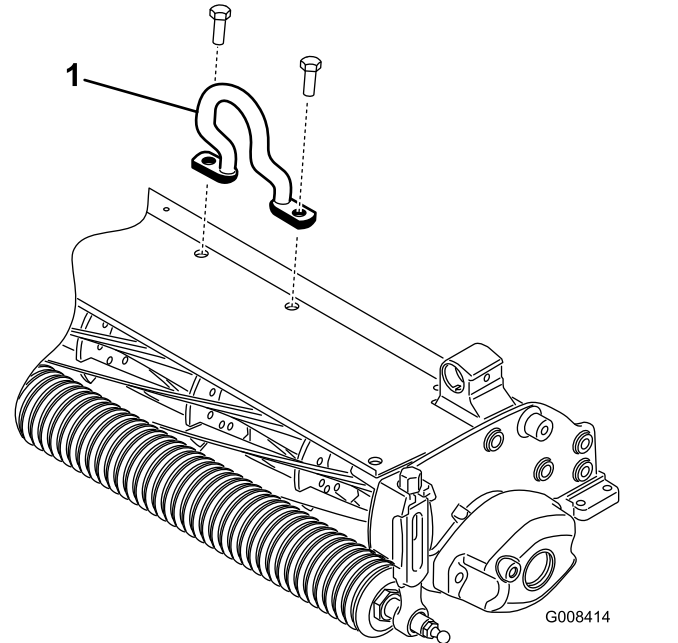

図 6
2. サッチングユニットの上部にオフセットリンク 図 6 をキャップスクリュー2本で取り付け、